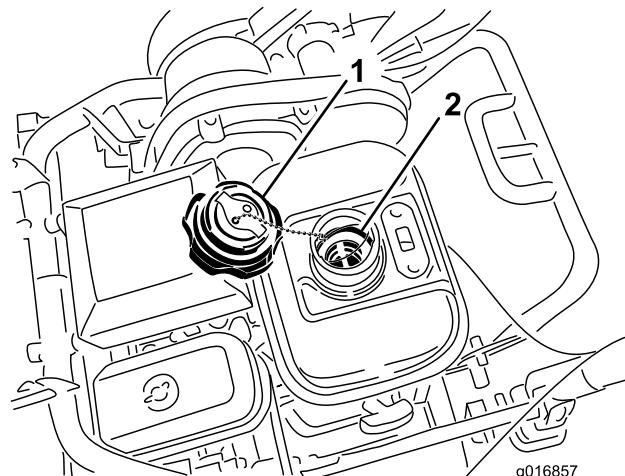

Bild 37
- Schrauben Sie den Tankdeckel ab und entfernen ihn vom Kraftstofftank (Bild 37).